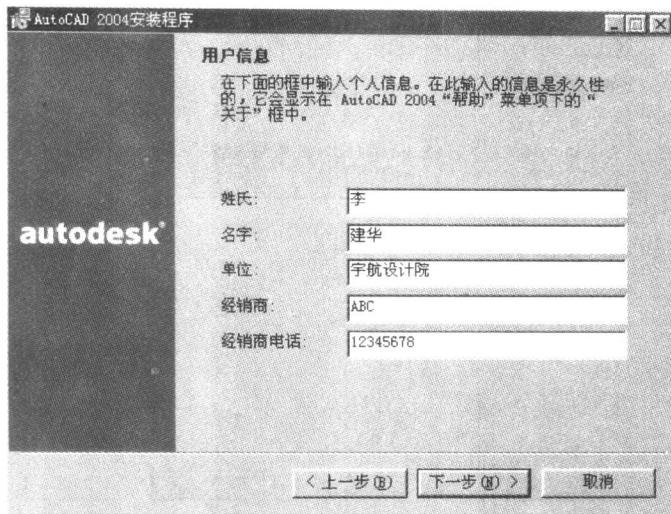

图 1.8 “用户信息”窗口
- (6) 单击“下一步”按钮，打开如图 1.8 所示的“用户信息”窗口。依次输入“姓氏”、“名字”、“单位”、“经销商”和“经销商电话”信息，单击“下一步”按钮。